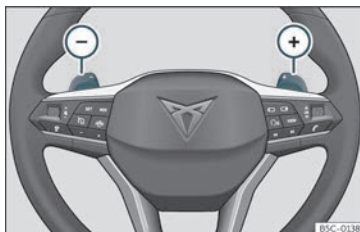

Fig. 157 Volante: palancas para o cambio automático.
- Prema a leva de cambio  para inserir unha marcha superior»» **fig. 157**.